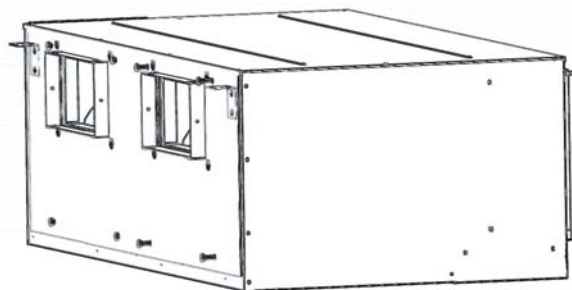

Рис.10.3
- 4) Выкрутите 4 винта М8 на передней стороне кондиционера (Рис. 10.3)